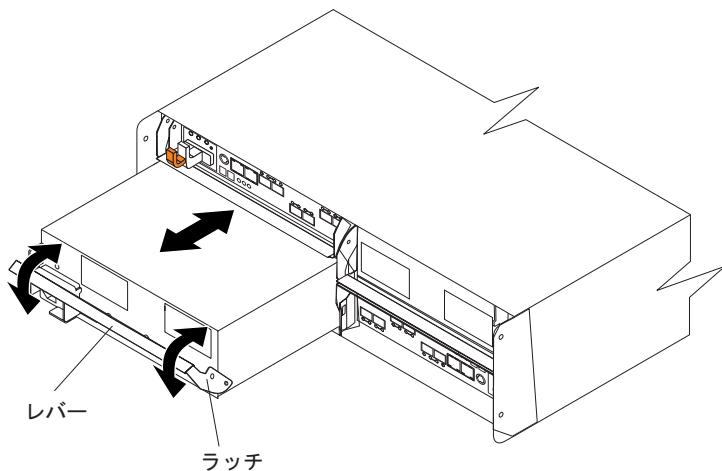

図 17. 電源機構およびファン・ユニットの取り外し
2. ゆっくりとレバーをシャーシから引き離し、図 17 に示すように電源機構およびファン・ユニットを取り外します。